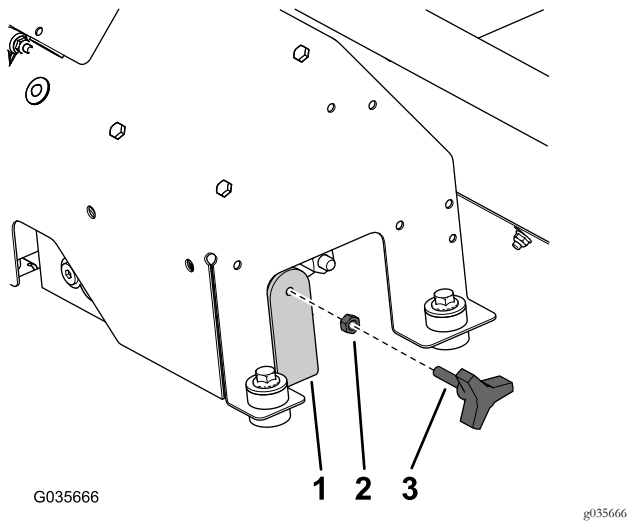

图20
1. 从之年拔下的线束中卸下旋钮然后将其安装到已经安装的旋钮支架上 图20。